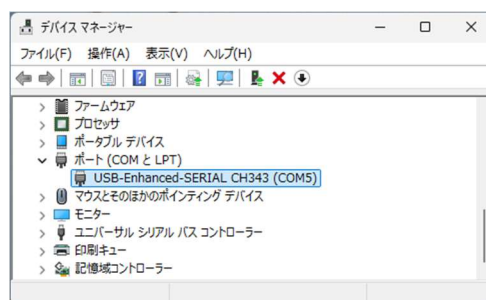

図 4 デバイスの認識
PC の USB-A ポートに QDXP-USB を接続し、デバイスマネージャの「ポート（COM と LPT）」を開き、「USB-Enhanced-SERIAL CH343（COM?）」*といった仮想 COM ポートを認識しているかご確認ください（図 4 デバイスの認識を参照）。Windows 標準では CH343 仮想 COM ポートドライバをインストールする必要はありませんが、デバイスマネージャで警告マークなどが表示されデバイスを認識していない場合はドライバをインストールしてください。
*「?」には数値が表示されます。図 4 では COM5 という名前で仮想シリアルポートが認識されています。